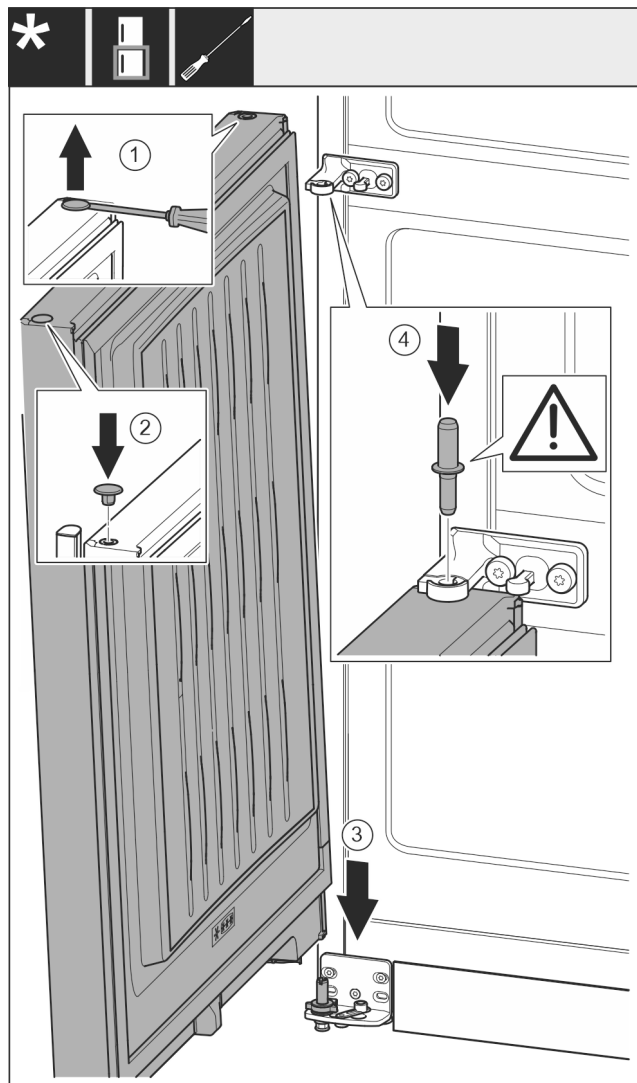

Fig. 17
- ▶ Levantar cuidadosamente los tapones con un destornillador para tornillos de cabeza ranurada y extraerlos. Fig. 17 (1)
- ▶ Volver a colocar los tapones en el otro lado de la puerta. Fig. 17 (2)
- ▶ Colocar la puerta desde arriba sobre los pernos de apoyo inferiores. Fig. 17 (3)
- ▶ Insertar los pernos de apoyo centrales a través del soporte de apoyo central en la puerta inferior. Asegurarse de que el saliente de retención mire hacia atrás. Fig. 17 (4)